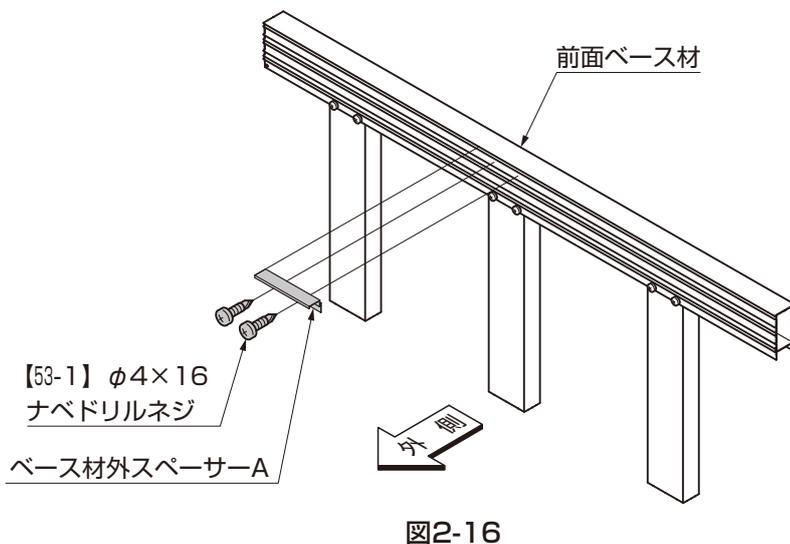
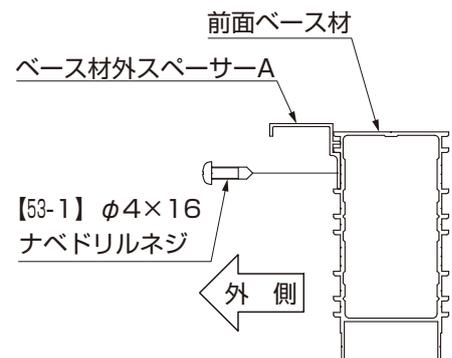
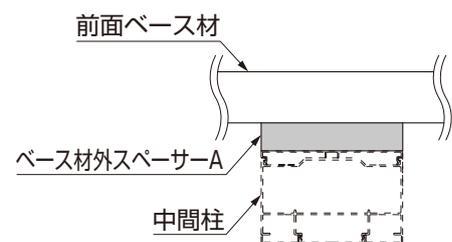

図2-16
図2-17
図2-18
- ①ベース材外スペーサー-Aを中間柱と同じ位置になるよう、前面ベース材に【53-1】で取付けてください。（図2-16、図2-17、図2-18参照）